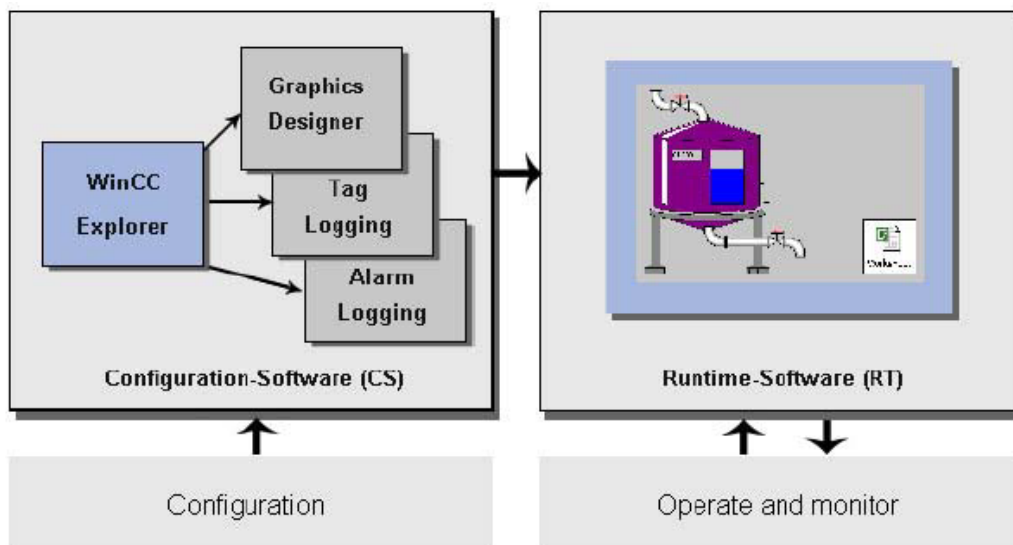

Рис. 2
WinCC состоит из двух основных компонентов: **Configuration Software (CS)** – среда разработки проекта и **Runtime Software (RT)** - среда исполнения проекта (Рис. 2). Основой конфигурации программного обеспечения является **WinCC Explorer**, который отражает структуру всего проекта.